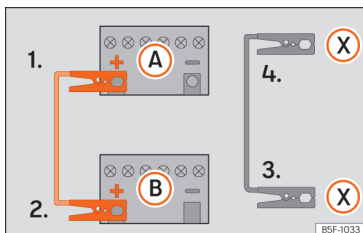

Fig. 163 Esquema de ligação para veículos com sistema Start/Stop.
Os cabos de arranque apenas se deverão ligar seguindo a ordem 1 > 2 > 3 > 4 »» Fig. 163.
Nos veículos com sistema Start-Stop: ligue uma extremidade do cabo preto de emergência (X) a um terminal de massa adequado, a uma peça de metal maciça que esteja aparafusada ao bloco do motor ou ao próprio bloco do motor »» Fig. 163.
5. Ligue a outra extremidade do cabo preto de emergência (X), no veículo com a bateria descarregada, a uma peça de metal maciça que esteja aparafusada ao bloco do motor ou ao próprio bloco do motor, mas o mais afastado possível da bateria A.